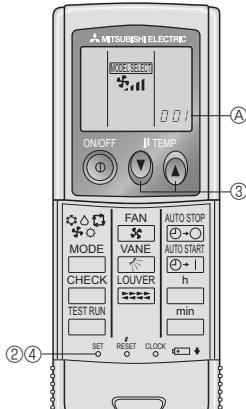

Fig. 6-6
3) Inställning (Fig. 6-6)
① Sätt i batterier.
② Tryck på SET-knappen med ett vasst föremål.